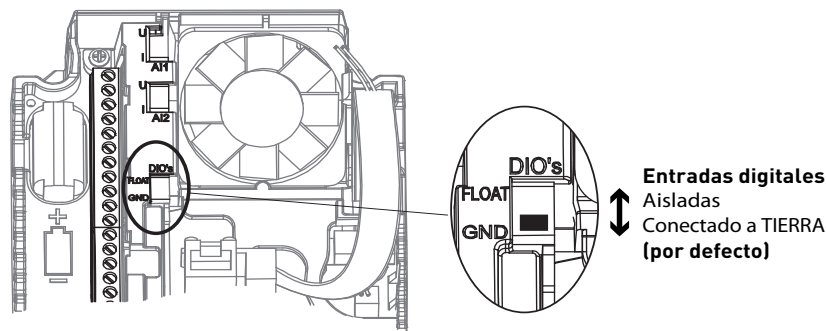

Figura 13.
*) Las entradas digitales se pueden aislar de la puesta a tierra con un interruptor DIP; consulte la Figura 13 a continuación.